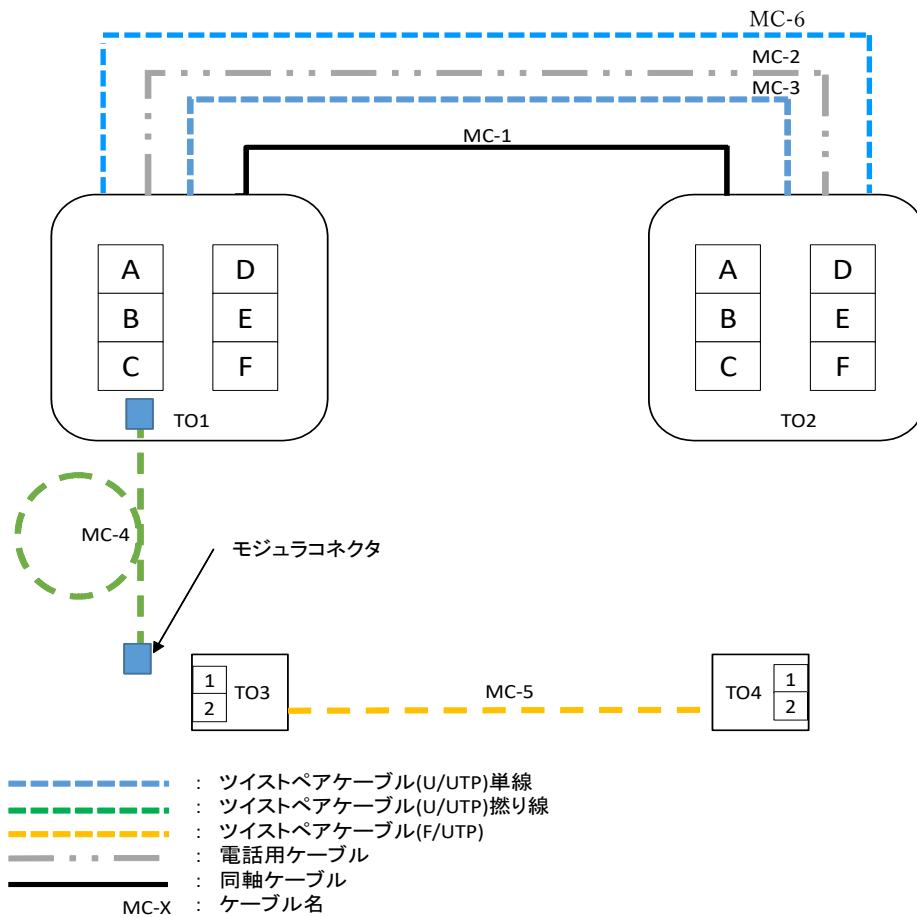

図3 配置図
- ・各ケーブルの両端及び TO に識別ラベルを取り付ける。ラベルは、図3に記載のケーブル名及び TO 名とする。